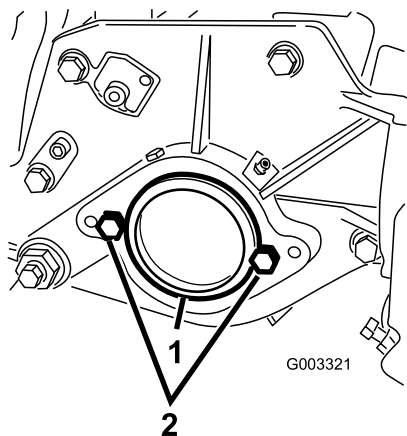

Figura 12
2. En el extremo derecho de la unidad de corte, retire el tapón de plástico del alojamiento del cojinete (Figura 12).
3. Retire los 2 tornillos de caperuza de la chapa lateral derecha (Figura 12).
2. Tornillo de caperuza (2)
5. Instale provisionalmente los 2 tornillos de caperuza de montaje del motor del molinete a la chapa lateral izquierda de la unidad de corte (Figura 12).